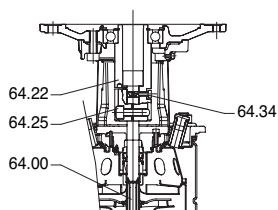

Fig. 6c
Solo per le MXV(L) 25, 32, 40, 50, in posizione verticale dalla posizione di appoggio avvitare le viti del giunto (64.25) senza giungere al bloccaggio dell'albero (64.00), quindi avvitare la vite (64.34) (fig. 6c) posta nel giunto (64.22) fino a fine corsa. A questo punto serrare uniformemente le viti (64.25) con la corretta coppia di serraggio, quindi l'albero risulta essere bloccato.